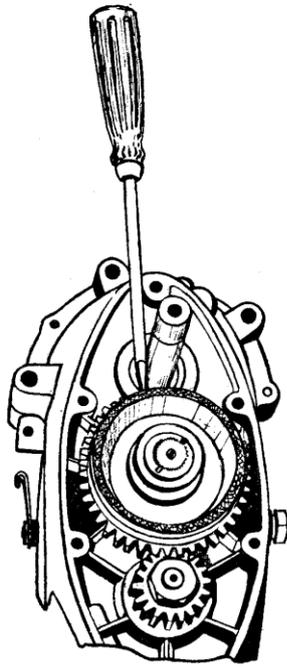

Fig. 10
22. Tandhjul på krumtapaksel fastspændes. For at holde tandhjulet under fastspændingen, lægges en skruetrækker på langs af motoren hvilende på krankakslen og med klingens i koblingstændhjulet, se fig. 10.